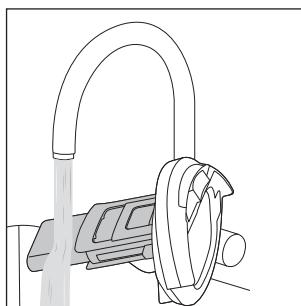

Fig. 25
- ◆ Nettoyez le filtre à impuretés ⑩, le flotteur ⑧ et le couvercle du réservoir d'eau sale ⑨ à l'eau courante chaude (voir fig. 25). Utilisez un produit de nettoyage doux si nécessaire.